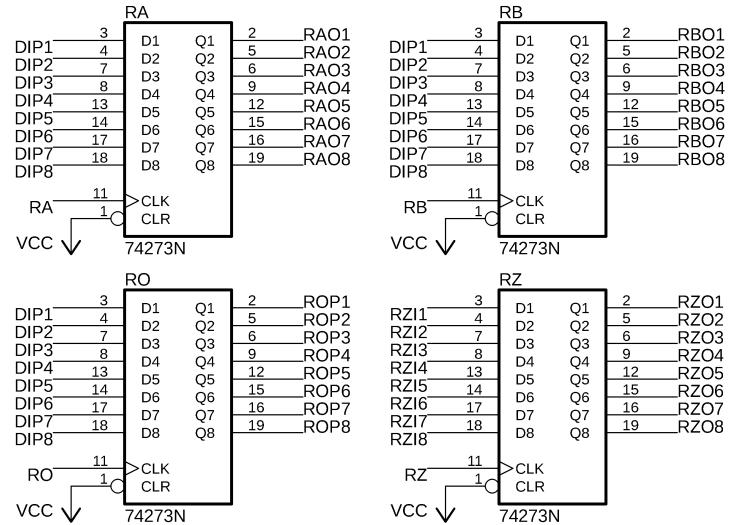

Figura 4: Banco de Registradores.
- Implemente o circuito da figura 4, desenvolvido no roteiro anterior sobre **Registradores e Contadores**.